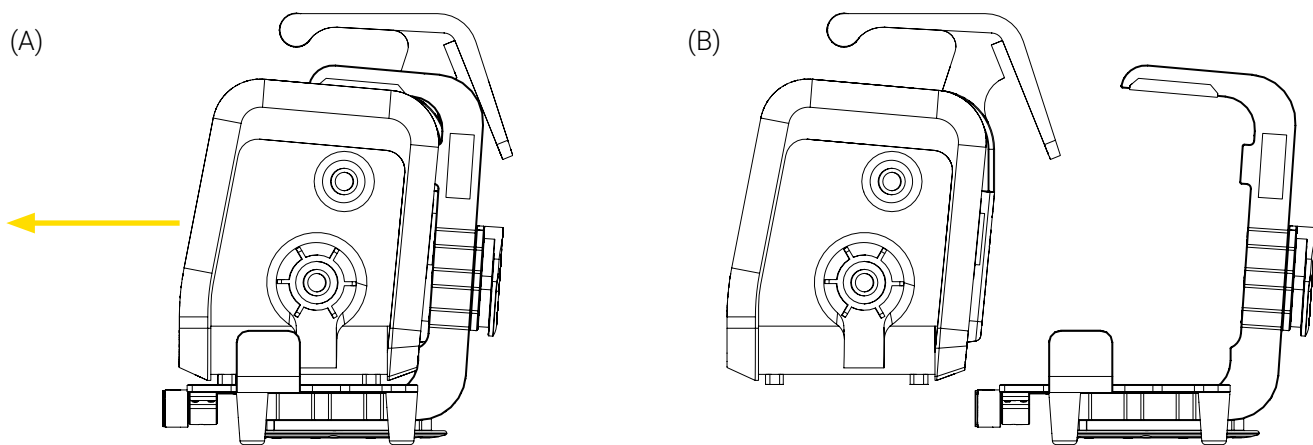

Figure 6: Retrait de l'appareil médical du support Bracket Pro Serie 60 - FL
2. Tirer l'appareil médical vers l'extérieur à l'aide de la poignée pour le retirer du support (Figure 6). Mettre l'appareil médical de côté.